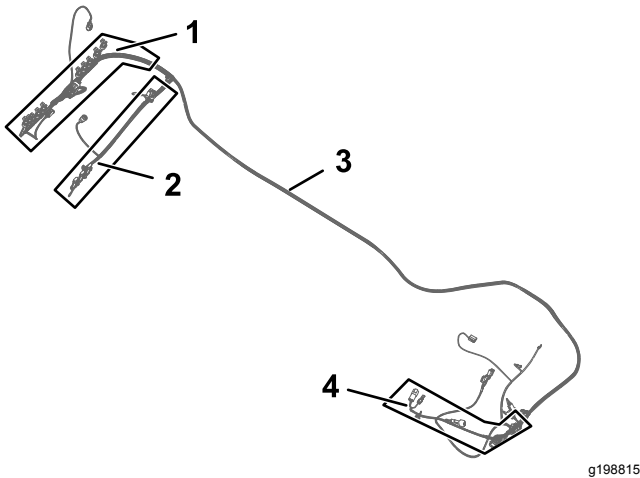
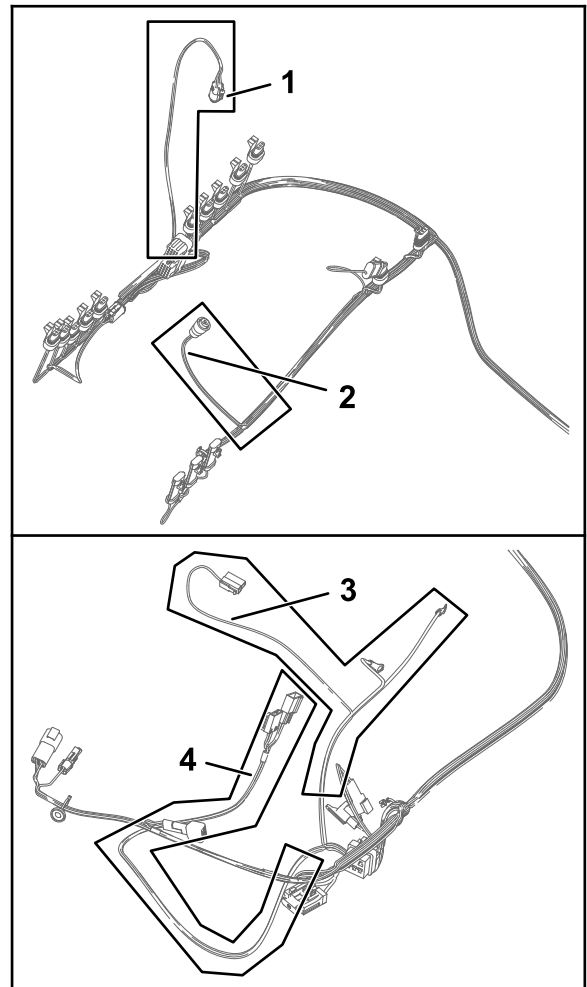

Bild 76
Bild 77
1. Ermitteln Sie den Kabelbaumzweig (84 cm), Kabelbaumzweig (60 cm) und Kabelbaumzweig (66 cm) des Kitkabelbaums (Bild 76 und Bild 77).